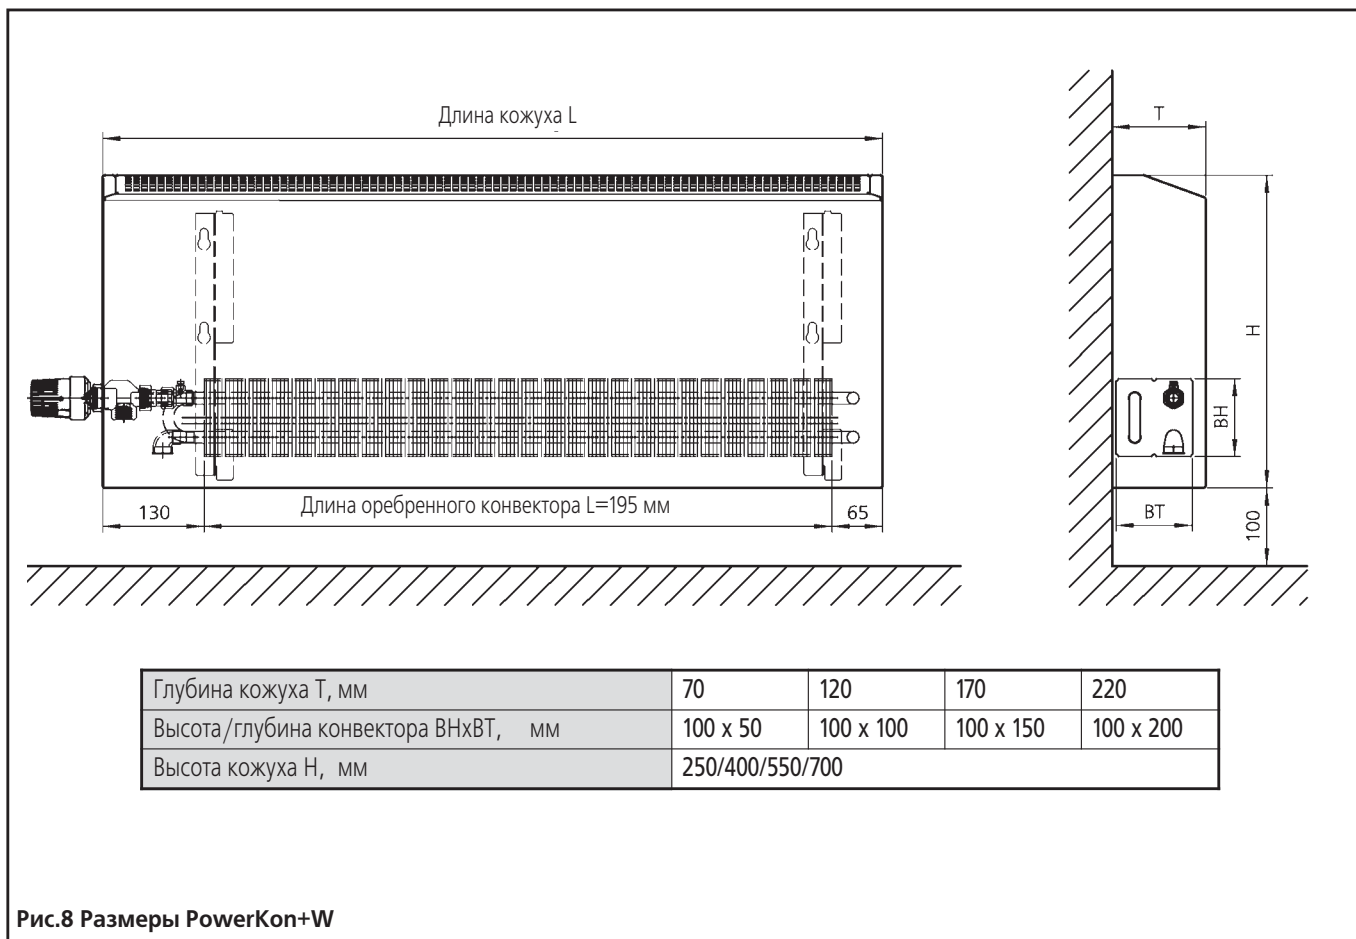

Рис.8 Размеры PowerKon+W
- Поставьте кожух с вырезом под вентиль на кронштейны и теплообменник надлежащим образом в соответствии с рис.7. Соблюдайте расстояния, указанные на рис. 8 стр. 8.